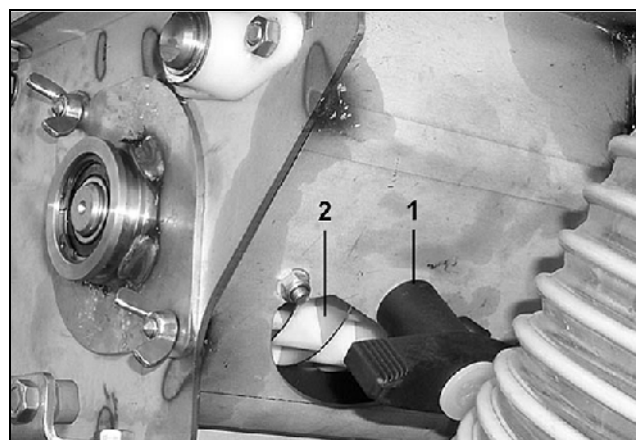

Fig. 117
- Откройте клапан для выгрузки остатков (Fig. 117/2) повернув рукоятку (Fig. 117/1).
- Закройте заслонку для выгрузки остатков (Fig. 117/2) и прикрепите пустой поддон к бункеру посевного материала.